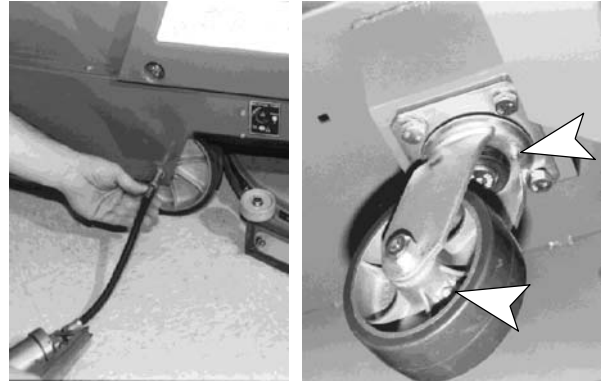

FIG. 24
- Graissez les roulements des roues principales et le pivot et la roue de la roulette folle. (Figure 24).